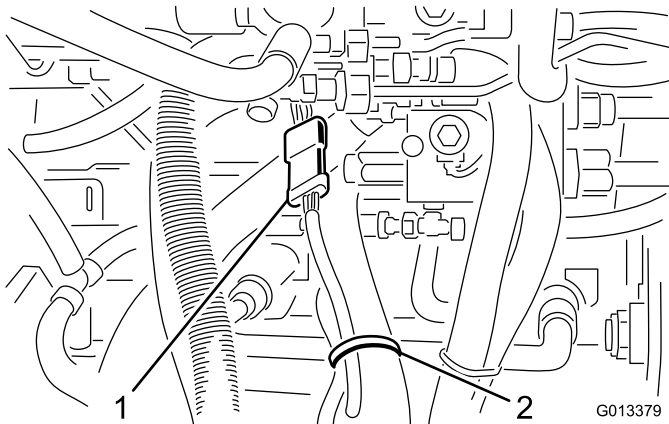

Bild 4
5. Schließen Sie den Kabelbaum des Mähwerks vom Kabelbaum der Zugmaschine ab (Bild 4). Entfernen Sie auch Kabelbinden, mit denen der Kabelbaum des Mähwerks an den Zugmaschinenteilen befestigt ist.